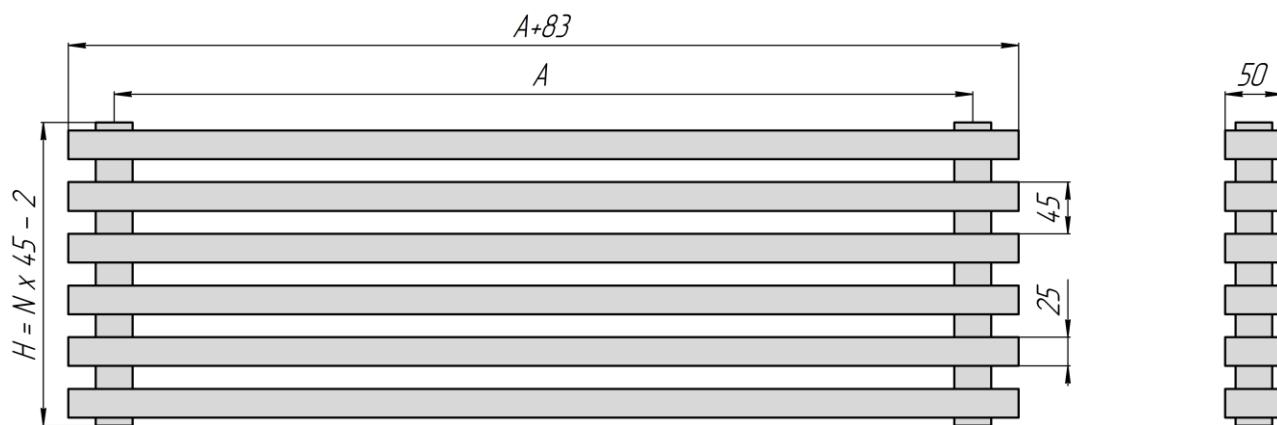

Рис. 1      А – межцентровый (монтажный) размер, Н – количество секций.
2.1. Основные размеры и параметры радиаторов приведены на рис.1 и в таблице.